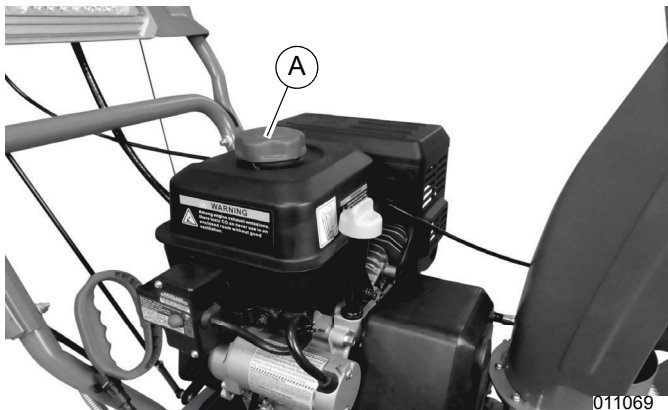

Figura 2-22. Tapa de la abertura de llenado de combustible
2. Consulte la Figura 2-22. Retire la tapa de la abertura de llenado de combustible (A).